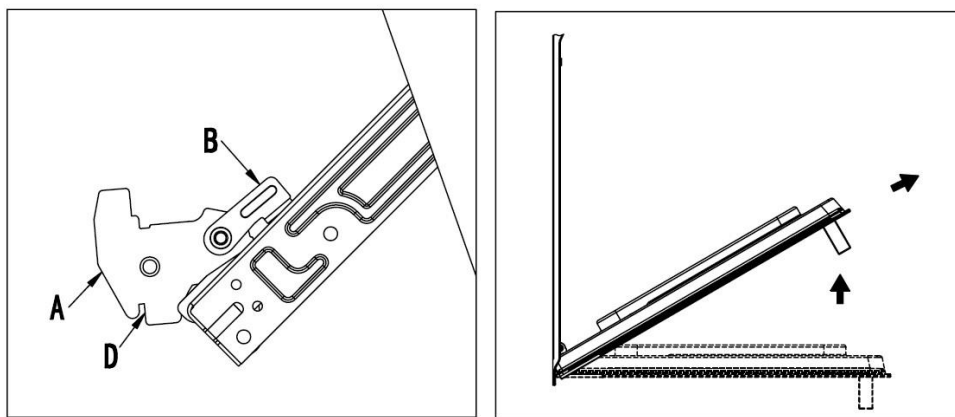

Fig. 1 Fig. 2
- Abra la puerta completamente y levante las 2 palancas "B" (fig. 1);